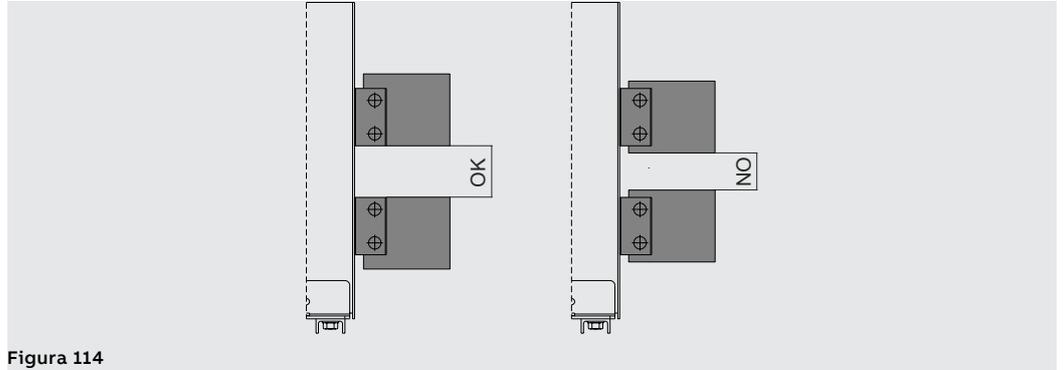

Figura 114
- Garantire la massima distanza possibile tra le sbarre di ingresso e quelle di uscita. Vedi esempio Figura 114.